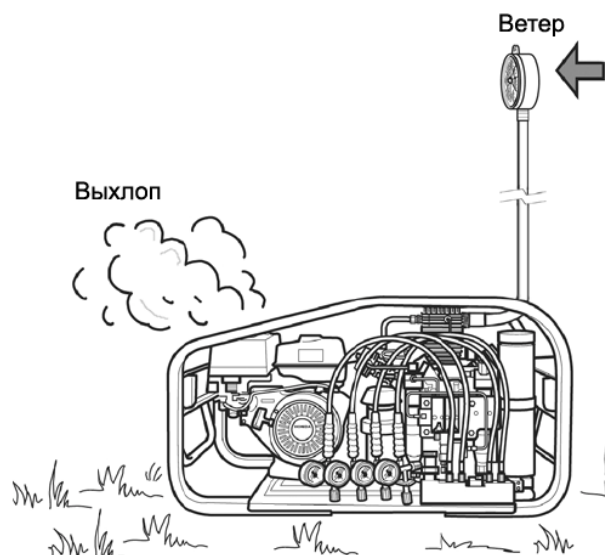

Рис.8. Расположение по отношению к ветру
- Для компрессоров, приводимых от бензиновых или дизельных двигателей, особенно важным является использование только чистого воздуха. Положение компрессора по отношению к ветру должно быть таковым, чтобы выхлоп от двигателя был направлен в сторону от всасывающего патрубка блока (рис.8).
будет обеспечено необходимое расстояние между всасывающим отверстием компрессора и выхлопом (рис.8).